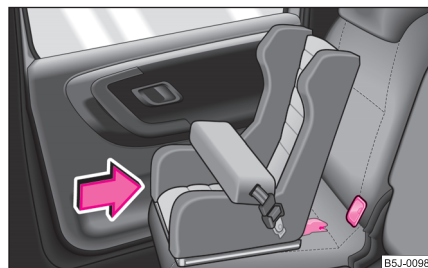

Fig. 143 Scaunul cu sistem ISOFIX se montează în dispozitivele de prindere existente.
- Împingeți brațele de fixare ale scaunului pentru copii prin elementele de prindere montate, în inele, până când se aude zgomotul specific de blocare ⇒ fig. 143.